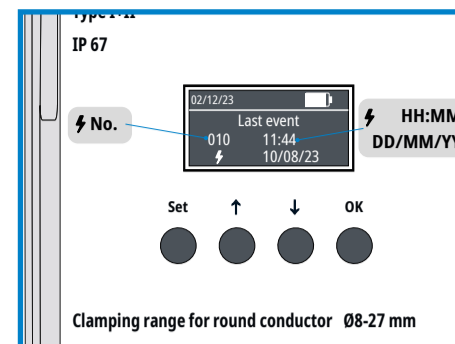

Fig. 10.1 Menu - **Last event**
1.4 Anzeige des letzten Ereignisses - **Last event** (Fig. 10.1):
Die Anzeige des Geräts wechselt zum Menu **Last event** (Fig. 10.1): hier wird das zuletzt erfasste Ereignis mit Nummer, Erfassungszeit und Erfassungsdatum angezeigt.